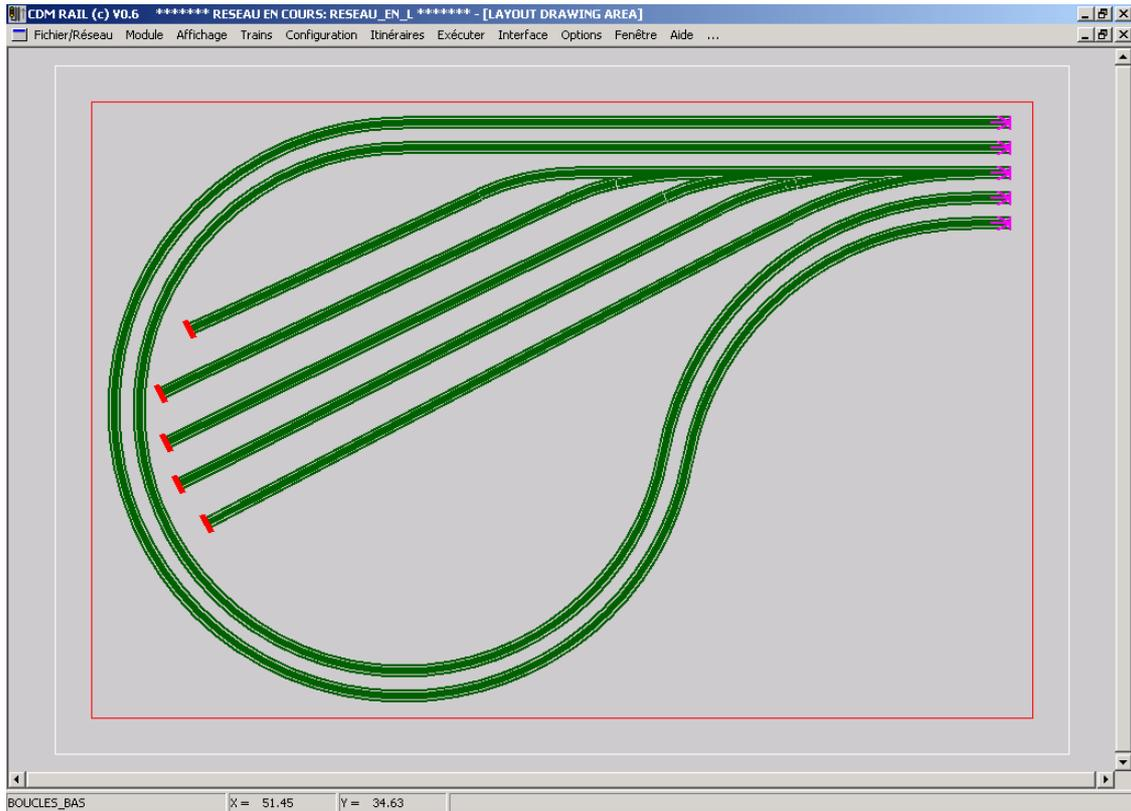

Figure MM-5-2 Module "BOUCLES_BAS".
- Le module "**BOUCLE_BAS**" (figure MM-5-2) ressemble au module "BOUCLES_DROITE", mais la boucle de retournement a été remplacée par des voies de garage.